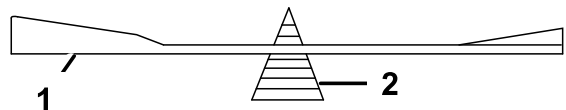

Figure 81
2. Vérifiez l'équilibre de la lame en la plaçant sur un équilibreur (Figure 81).
Remarque: Si la lame est déséquilibrée, limez un peu l'extrémité de l'ailette seulement (Figure 81).